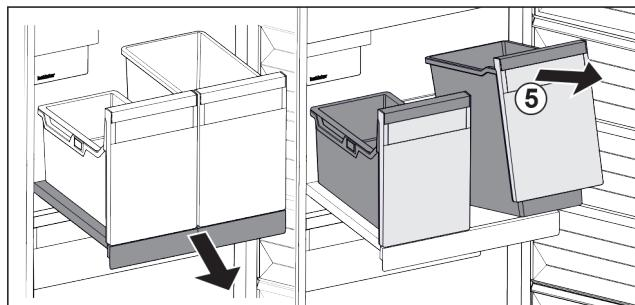

Fig. 84
- Приподнимите контейнеры Fig. 84 (5) спереди.